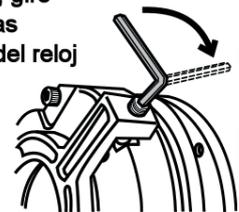

Fig. A5
1. Libere el freno (**Fig A5**) girando a favor de las manecillas del reloj el tornillo de liberación.
Si el equipo requiere ajuste de la cinta sierra, tendrá que liberar la polea. Use la llave tipo allen de 5/32" (incluída) y gire 360° el tornillo de liberación (Ver Fig. A5) a favor de las manecillas del reloj.